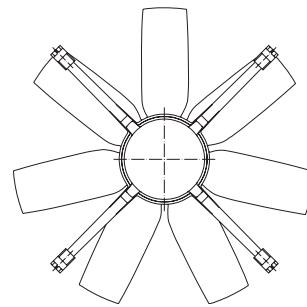

Abb. 3 Bauform T für Einbau in Abluftkamine
Abb./fig. 3
- Fig. 3** Forma costruttiva T per il montaggio in camini di scarico
- Ventilator Bauform **T (Abb. 3)**
- Ventilatori della forma costruttiva **T (Fig. 3)**